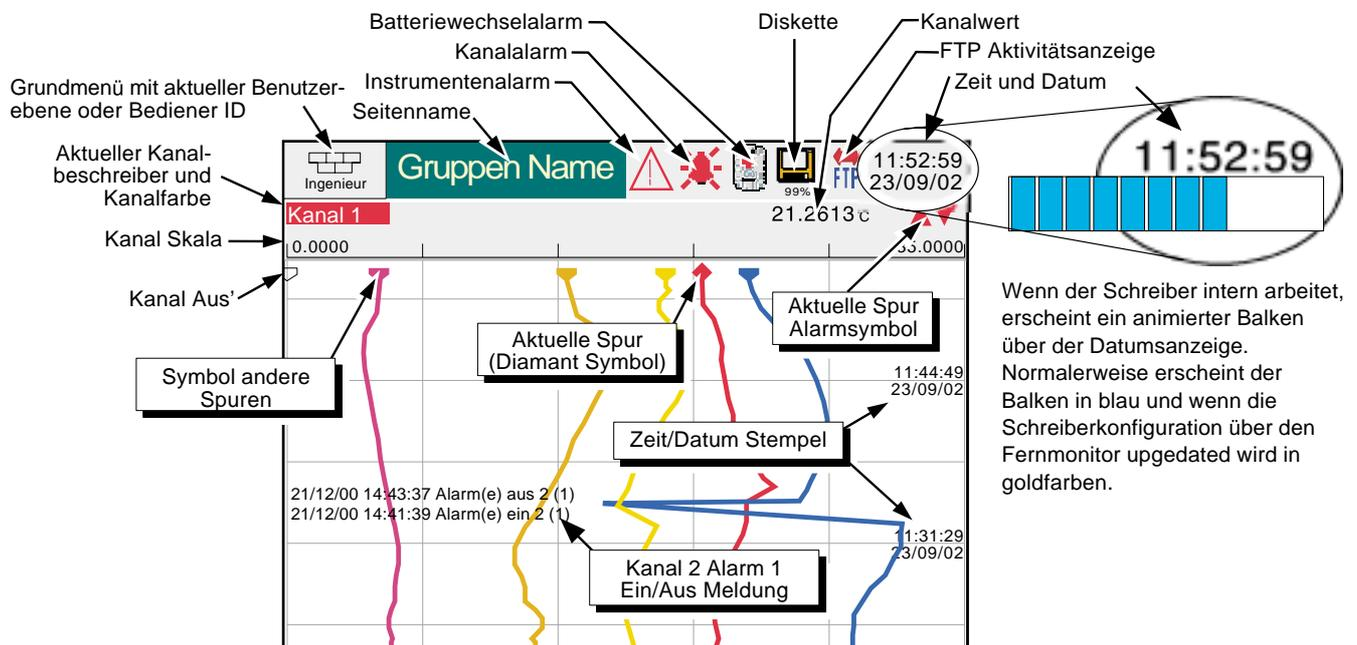

Abbildung 3 Trenddarstellung
In Abbildung 3 sehen Sie eine typische Trenddarstellung mit Erklärung der einzelnen Bereiche.
- Home** Mit dieser Taste können Sie aus jeder Seite zurück in die Hauptanzeige springen. Bei der Auslieferung besteht die Hauptanzeige aus der vertikalen Trenddarstellung (Abbildung 3). Sie haben die Möglichkeit, über (Bediener/System - Anzeigeeinstellung) eine andere Darstellung zu wählen.